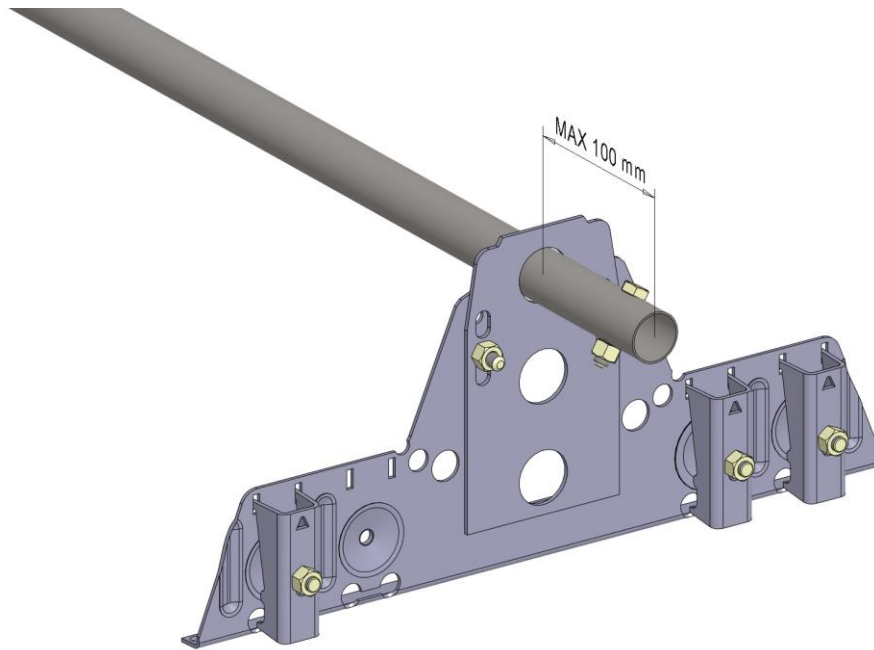

Bild 3
- Skarvning av rörsnöräcket sker genom att stoppa in den smala ändan i ett annat rör, varefter fogen låses med sexkantskruvar M8 x 40 mm och en M8-mutter. Rörelsen i sidriktning låses genom att fästa sexkantskruvar M8 x 40 mm och muttrar i ändorna (bild 3).